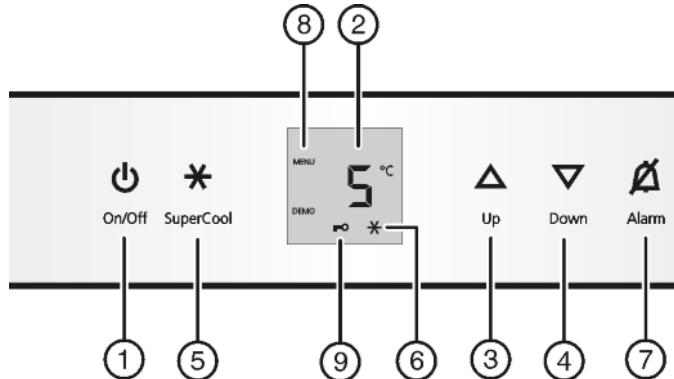

Fig. 2
- нажмите кнопку On/Off Fig. 2 (1).
- Активация режима настройки: удерживайте кнопку SuperCool Fig. 2 (5) прибл. 5 секунд.
- Символ меню Fig. 2 (8) горит.
- Коротко нажмите кнопку SuperCool Fig. 2 (5) для подтверждения.
- Для включения защиты от детей коротко нажмите клавишу SuperCool Fig. 2 (5).
- Символ "Защита от детей" Fig. 2 (9) горит. На индикации мигает **c**.
- Для выключения защиты от детей коротко нажмите клавишу SuperCool Fig. 2 (5).
- Символ защиты от детей Fig. 2 (9) гаснет. На индикации мигает **c**.
- Выход из режима настройки: нажмите кнопку On/Off Fig. 2 (1).
- Нажмите кнопку Alarm Fig. 2 (7).
- ▶ Установка более высокой температуры: нажмите кнопку настройки Up Fig. 2 (3).
- ▶ Установка более низкой температуры: нажмите кнопку настройки Down Fig. 2 (4).
- ▶ Коротко нажмите кнопку SuperCool Fig. 2 (5).
- ▶ На индикации горит символ SuperCool Fig. 2 (6).
- ▶ Символ SuperCool Fig. 2 (6) на индикации гаснет.